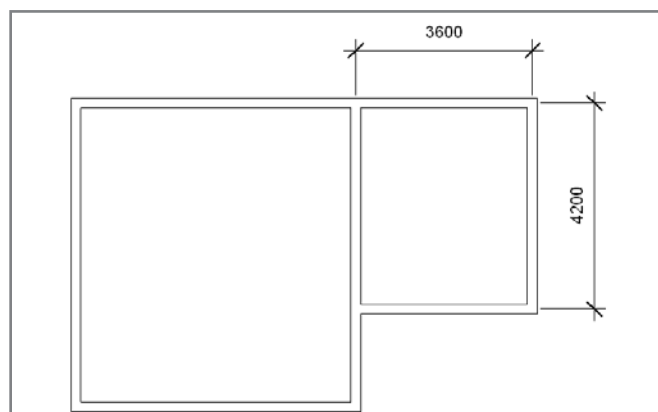

Рис. 2. Добавьте три стены
3. По размерам, указанным на рис. 2, постройте следующие три стены. Воспользуйтесь методом построения "Цепь".